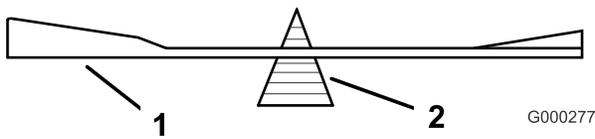

Figura 53
2. Verifique el equilibrio de la cuchilla colocándola sobre un equilibrador de cuchillas (Figura 53). Si la cuchilla se mantiene horizontal, está equilibrada y puede utilizarse. Si la cuchilla no está equilibrada, rebaje algo del metal en la parte de la vela solamente (Figura 53). Repita este procedimiento hasta que la cuchilla esté equilibrada.
**Importante:** La vela de la cuchilla debe apuntar hacia arriba y hacia el interior del cortacésped para asegurar un corte correcto (Figura 53).
1. Instale la cuchilla, el refuerzo de la cuchilla, la arandela curva y el perno de la cuchilla en el eje (Figura 53).